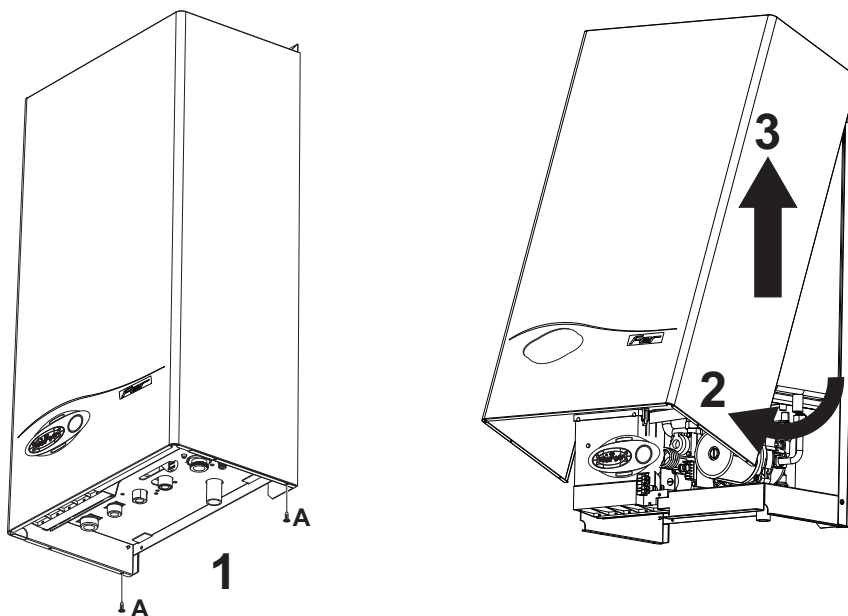

fig. 29 - Apertura de la carcasa
1. Desenroscar los tornillos A (véase fig. 29).
2. Girar la carcasa (véase fig. 29).